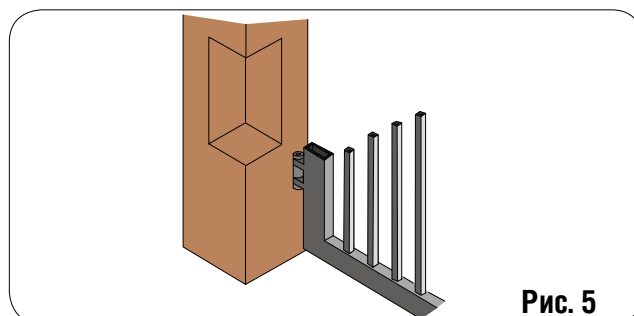

Рис. 5
- ствия интервала регулировки механического упора. Если размеры столба или положение петель не допускают монтаж привода, следует изготовить нишу в столбе, как это показано на рис.5, что позволит сохранить заданное значение размера А. Размеры ниши должны быть такими, чтобы обеспечить легкость монтажа и доступ к расцепителю.